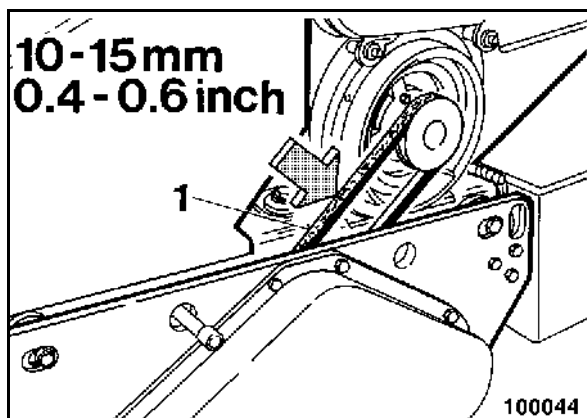

fig. 68
- Vérifier l'état et la tension de la courroie 1 (fig. 68). Remplacer la courroie défectueuse.